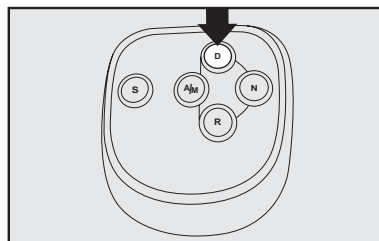

fig. 3
O botão **D-fig. 3** aciona o modo "Drive", acoplando a primeira marcha após sair do ponto morto (N) ou da marcha a ré.